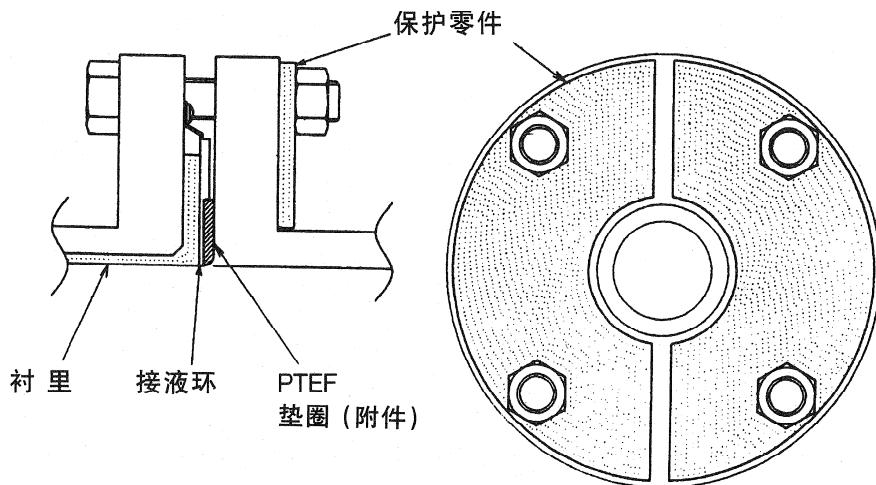

图 2-30 在 2.5A-200A 的条件下, 接液环为 SUS 以外的材质的场合 (使用保护零件)
- 保护配件： 按规定的力矩紧固安装可能会发生氯乙烯配管变形和损坏，请使用厚度为 1mm 以上的不锈钢材等硬质的金属材料作为保护零件。零件形状参照图 2-30。
如图 2-30 所示的保护零件夹住氯乙烯法兰, 将检测器装在配管上, 该保护零件应装在氯乙烯法兰的外侧, 且即使用规定的紧固力矩也不会使配管变形及破损。紧固力矩可参照 2-27 ~ 29 页的表 2-5。